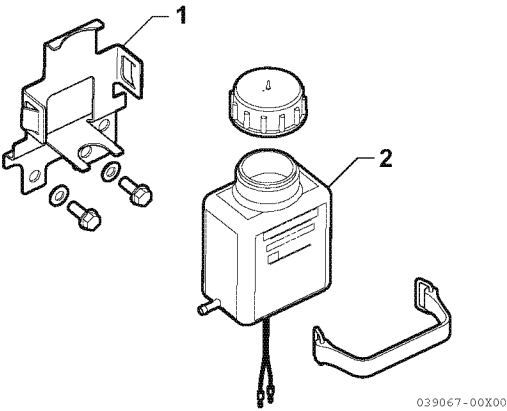

Abbildung 10
1. Ölbehälter aus dem Halter heben (1, **Abbildung 10**).
3. Ölbehälter (2, **Abbildung 10**) in den Halter setzen.